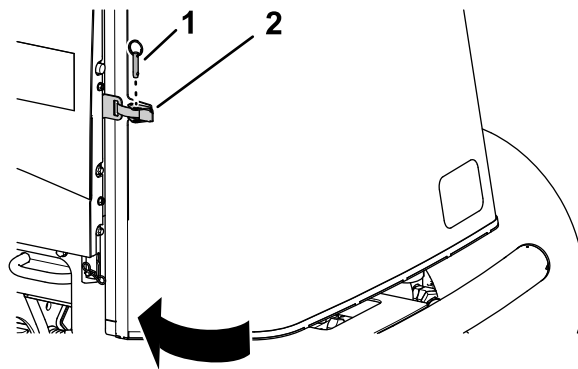

Рисунок 67
1. Закройте и зафиксируйте защелкой решетку (Рисунок 67).